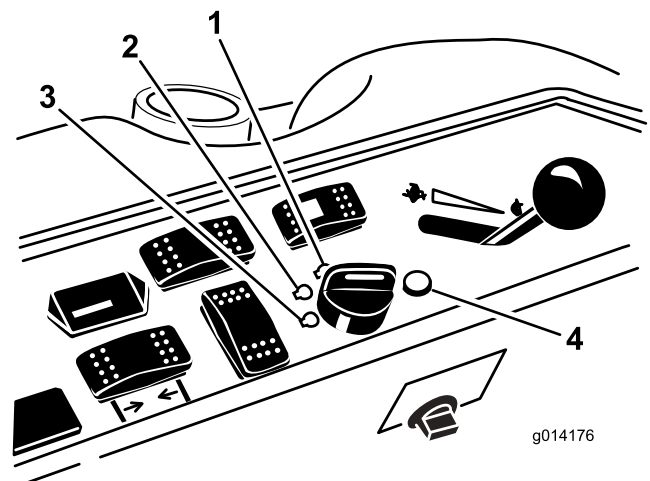

Bild 14
- Drehen Sie den Zündschlüssel nach rechts in die Lauf-Stellung (Bild 14).
- Drehen Sie den Zündschlüssel auf die Aus-Stellung (Bild 14). Warten Sie, bis alle sich bewegenden Teile zum Stillstand gekommen sind, bevor Sie die Bedienungsposition verlassen.